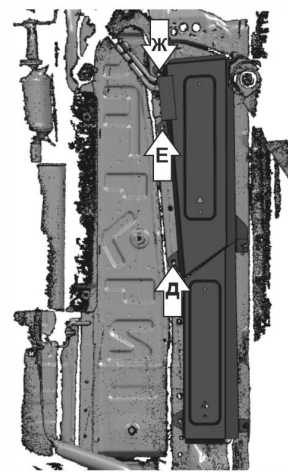

Рис.3
10. Экран 2 завести открытыми пазами на вкрученные болты М6х30 с шайбой 6 (Г) и М8х30 с шайбой 8 (З). В отверстия (Д), (Е), (Ж) вкрутить болты М8х30 с шайбами 8 через закрытые пазы экрана (рис.3).